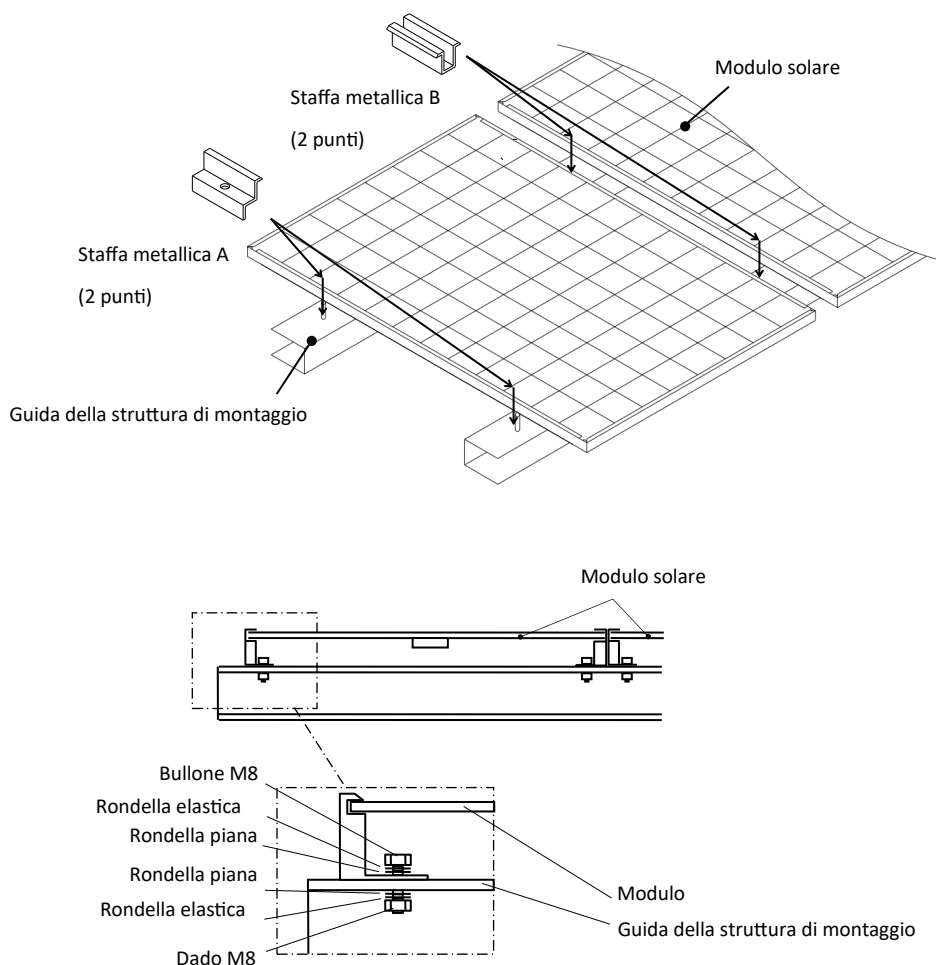

Figura 5: Installazione del modulo
Questo metodo consente il carico massimo raffigurato nella tabella "Punti di montaggio e resistenza al carico" nella figura 1 e la figura 5 indica un carico statico sulla superficie del modulo.
- In principio, i moduli devono essere fissati ai quattro (4) punti di fissaggio, come illustrato nella Figura 1, e in base ai metodi di installazione illustrati nella figura 5.